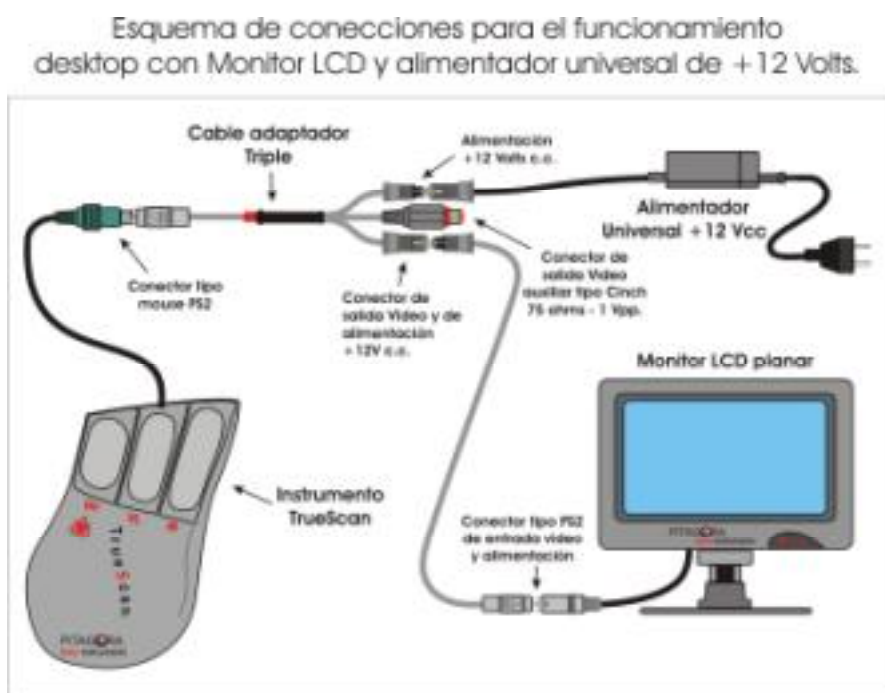

Figura 1.
4. Conectar el otro extremo del cable tipo S-Video al conector S-video del monitor TFT LCD del TrueScan como indica la figura 1.